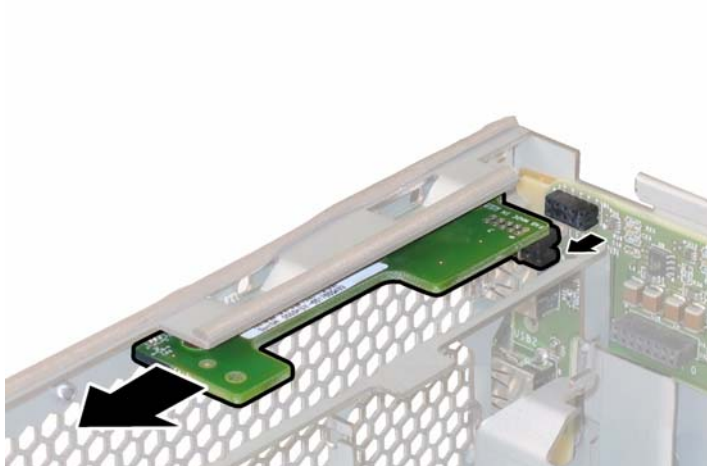

ABBILDUNG 4-22 Entfernen der Anzeigenplatine
7. Stützen Sie die Anzeigenplatine mit der rechten Hand, und schieben Sie sie mit der linken Hand vorsichtig zur Mitte des Gehäuses, um sie von der vorderen I/O-Platine zu trennen. Siehe ABBILDUNG 4-22.